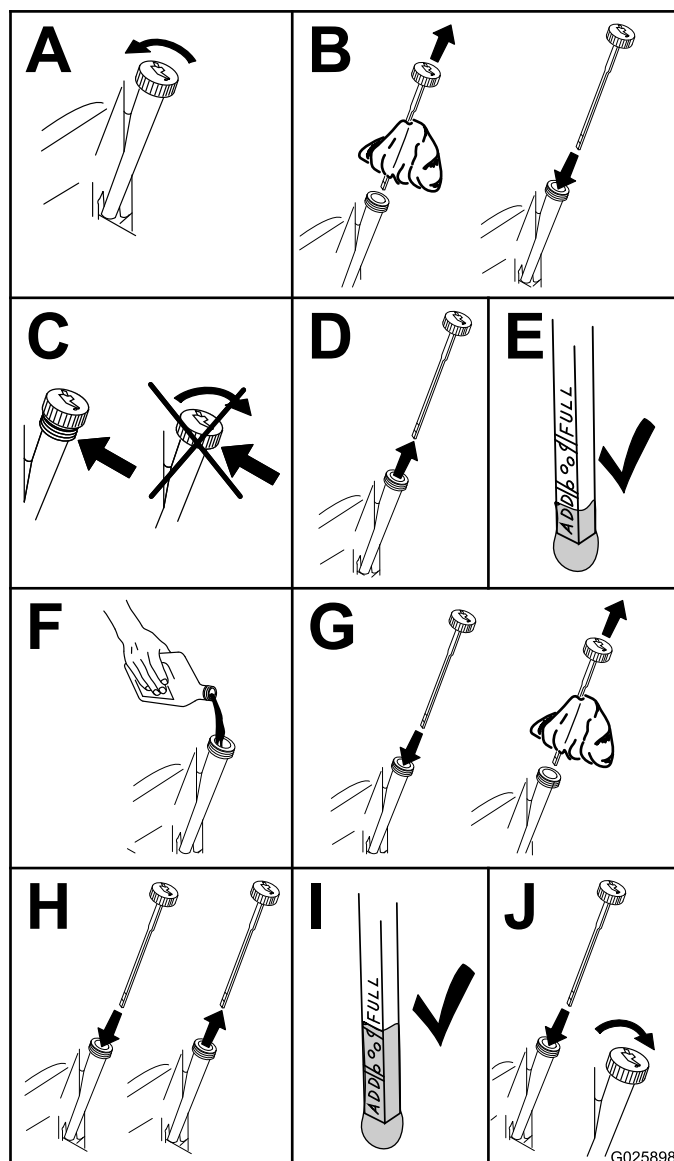

Figure 15
3. Contrôlez le niveau d'huile moteur, comme montré à la Figure 15.